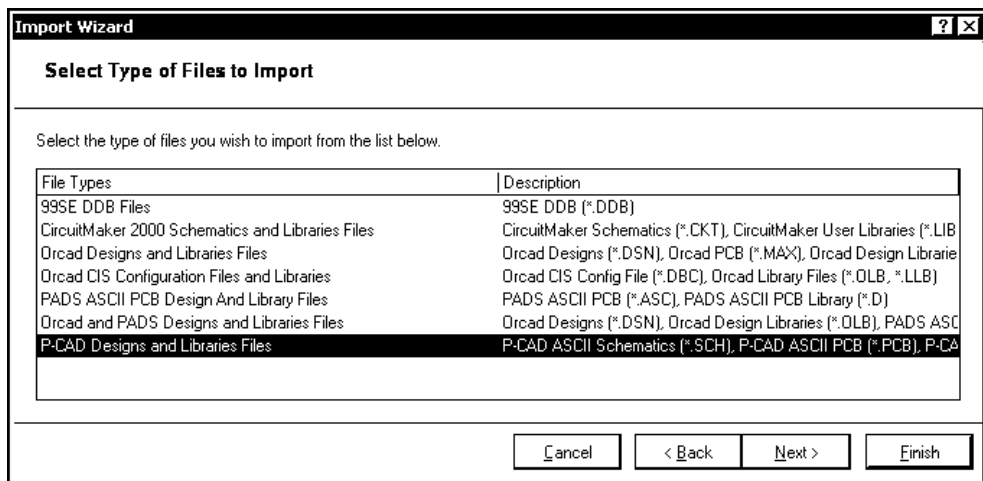

Рис. 2.20. Окно "мастера" импорта Altium Designer
1. Запустить процедуру преобразования командой **File | Import Wizard** ("Мастер" импорта). Откроется диалоговое окно импорта. Кнопкой **Next** (Следующий) перейти к первому шагу импорта. В диалоговом окне (рис. 2.20) предоставляется возможность выбора исходного формата данных.